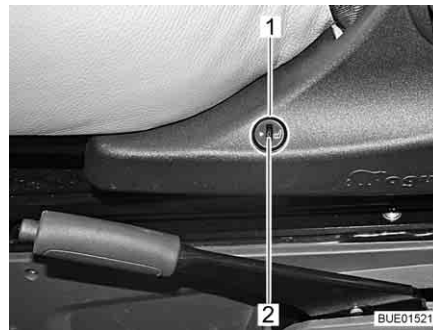

Fig. 24 Interruttore riscaldamento del sedile
- Metà inferiore dell'interruttore (Fig. 24,1) sul lato sinistro della console del sedile.
- Per regolare una potenza di riscaldamento minore, ruotare la rotella di regolazione (Fig. 24,2) in direzione "0".
- Per regolare una potenza di riscaldamento maggiore, ruotare la rotella di regolazione (Fig. 24,2) in direzione "5".
- Metà superiore dell'interruttore (Fig. 24,1) sul lato sinistro della console del sedile.